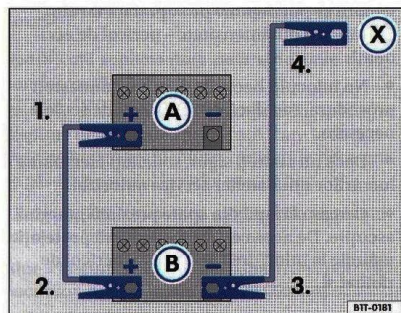

Fig. 47 Schema conectării cablului auxiliar.
În imaginea => fig. 47, (A) este bateria descărcată și (B) bateria furnizoare.